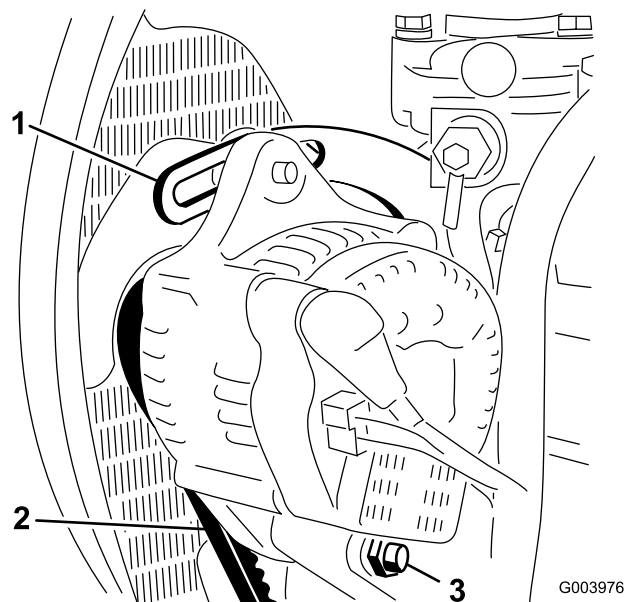

Figure 74
2. Contrôlez la tension de la courroie d'alternateur (Figure 74) en exerçant une force de 10 kg à mi-distance entre les poulies d'alternateur et de vilebrequin.
3. Desserrez le boulon de fixation du renfort au moteur (Figure 74), le boulon de fixation de l'alternateur au renfort et le boulon de pivot.